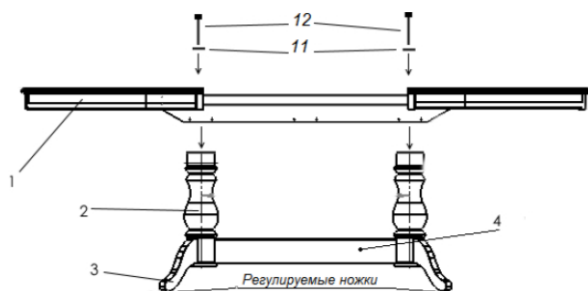

Рис. 2.
4. Собрать полностью стол (рис.2). **Запрещается! Брать столешницу за декоративные элементы (окладки и бобышки).**
4.1 Открыть замки на столешнице, раздвинуть по направляющим части столешницы (1) в крайнее положение. Аккуратно поместить на собранный узел рис.2.